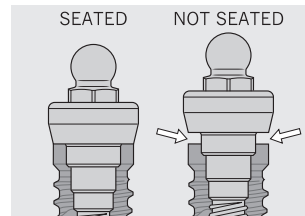

Fig. 3
- (Fig. 3): Mittels einer Röntgenaufnahme den korrekten Sitz auf dem Implantat überprüfen. Den Film senkrecht zur Schnittstelle des Dalbo® Certain® Abutments an das Implantat legen.